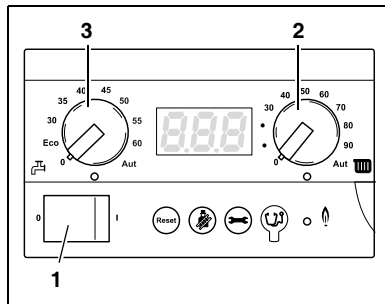

Fig. 20 BC10 cv-waterinstelling
- Stel met de draaiknop „cv-watertemperatuur“ (fig. 20, **pos. 2**) de gewenste cv-watertemperatuur in volgens tabel 3.